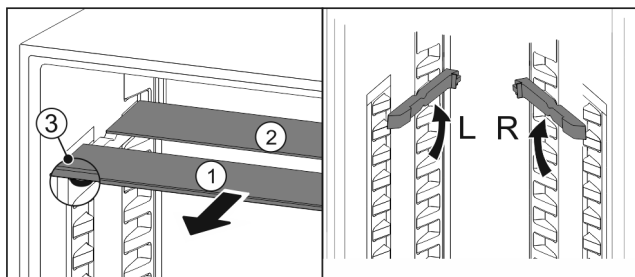

Fig. 47
- По одной извлеките Fig. 47 (1) стеклянные панели движением вперед.
- ▷ Стеклянная панель Fig. 47 (1) с декоративной планкой лежит спереди.
- ▷ Стопоры Fig. 47 (3) показывают вниз.